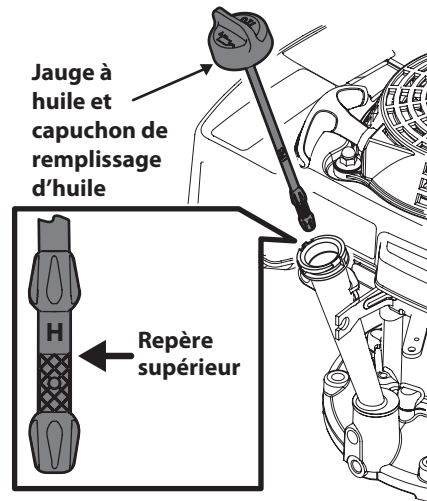

Figure 3-2
3. Si le niveau d'huile est bas, ajoutez lentement de l'huile jusqu'au repère supérieur sur la jauge. Voir l'encadré de la Fig. 3-2.